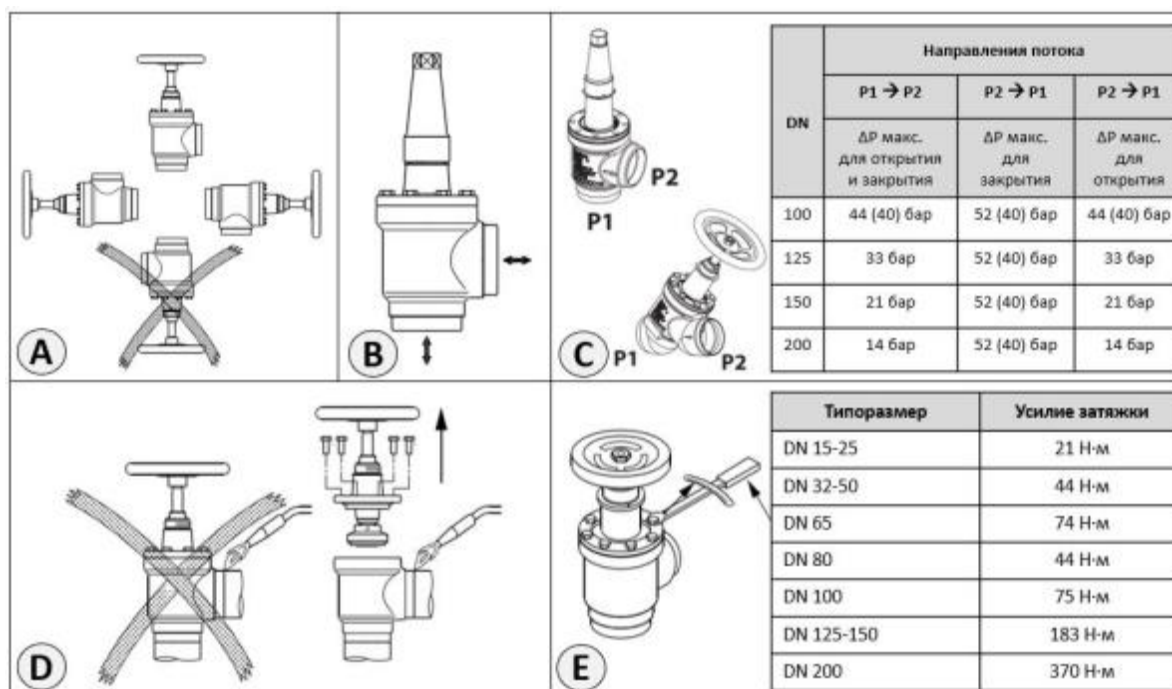

Рис. 3 – Монтаж клапана
Клапаны должны устанавливаться шпинделем ручного открытия вверх или горизонтально (рис. 3А). Рекомендуется устанавливать клапаны по направлению потока (рис. 3В), указанному стрелкой на корпусе клапана. Клапан может быть установлен стрелкой против направления потока рабочей среды, но при этом значение коэффициента  $k_v$  ( $cv$ ) уменьшится. При проектировании и монтаже учитывайте максимальный перепад давления на клапана для его закрытия и открытия (рис. 3С)
**Сборка** Перед сборкой клапана удалите из корпуса грязь. Убедитесь, что уплотнительные кольца не повреждены. Перед тем как установить запорную часть клапана в корпус, необходимо полностью выкрутить шток (рис. 3, е), т.е. после сборки клапан будет полностью открыт.